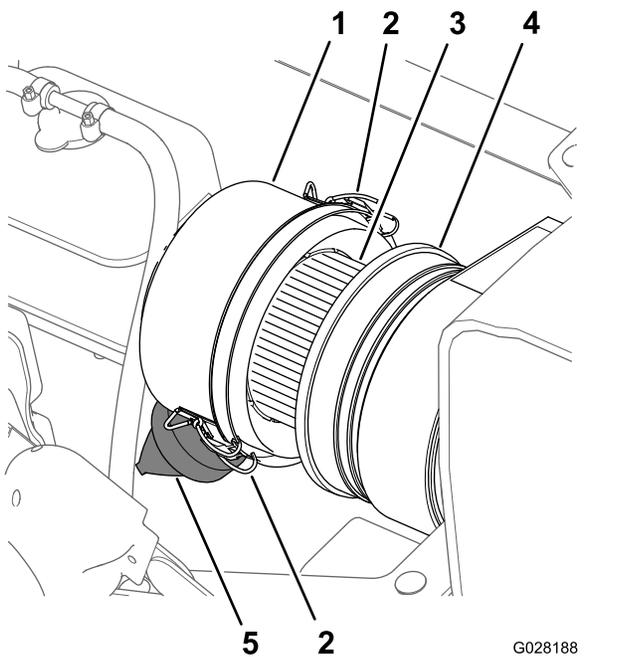
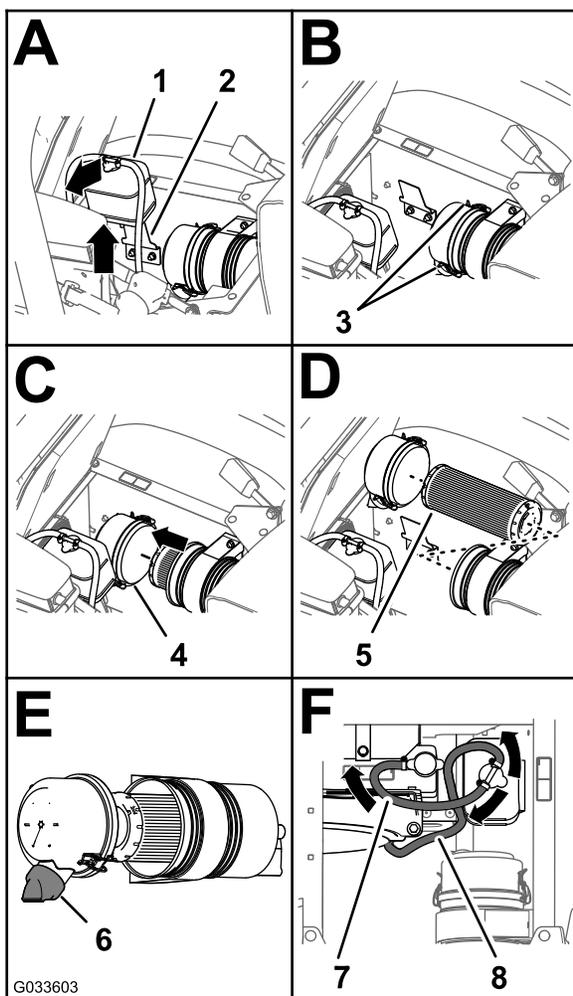

Figure 67
Figure 68
3. Nettoyez le capuchon antipoussière et le boîtier du filtre à air (Figure 67).
4. Recherchez sur le boîtier du filtre à air des dommages susceptibles d'occasionner des fuites d'air (Figure 67).
5. Pressez la valve à poussière pour éliminer les saletés, la poussière et les débris (Figure 67).
7. Vérifiez que l'élément du filtre à air ne présente pas de dépôts excessifs de poussière, saleté ou débris (Figure 67).
8. Reposez le capuchon antipoussière sur le boîtier du filtre à air et fixez-le en place avec les 2 attaches (Figure 67).
2. Nettoyez le capuchon antipoussière et le boîtier du filtre à air (Figure 67).
3. Soulevez le réservoir de trop-plein de liquide de refroidissement pour le déposer de son support (Figure 68).
- Desserrez les 2 attaches qui fixent le capuchon antipoussière sur le boîtier du filtre à air (Figure 68).
- Nettoyez l'intérieur du capuchon antipoussière, du boîtier du filtre à air et de la valve à poussière avec un chiffon humide (Figure 67 et Figure 68).
- Insérez l'élément filtrant neuf dans le boîtier du filtre à air (Figure 68).
- Reposez le couvercle sur le boîtier du filtre à air et fixez-le en place avec les 2 attaches (Figure 68).
Remarque: Vérifiez que la valve à poussière est bien alignée entre les positions 5 et 7 heures vu de l'extrémité (Figure 68).
- Placez le réservoir de trop-plein du liquide de refroidissement en face de son support et fixez solidement le réservoir (Figure 68).